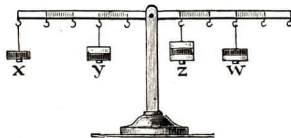

Abb. 83. Gleichgewicht mehrerer Kräfte
**Beispiel:** Warum ist der in Abb. 83 abgebildete Hebel im Gleichgewichtszustande? Antwort: